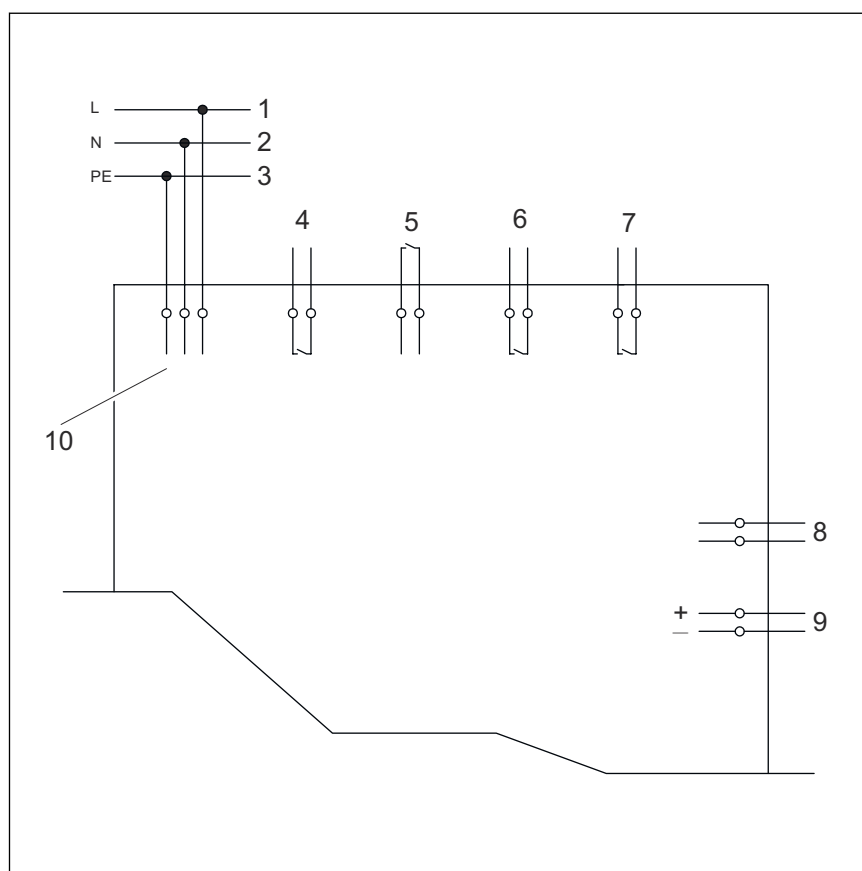

Abb. 6: Anschlussplan
- Anlegen einer analogen Spannung von 6–48 V AC/DC, siehe  Abb. 6.
Über potentialfreie Kontakte können folgende Funktionen eingestellt werden, siehe  Abb. 6: